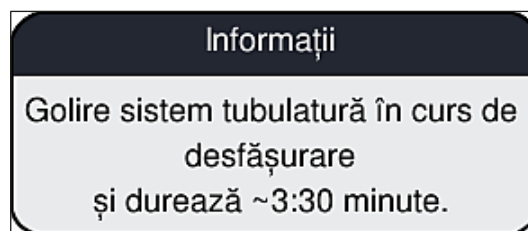

Fig. 107
6. Pe ecran, va apărea un mesaj de informare (→ Fig. 107) care îl informează pe utilizator cu privire la durată. Acest mesaj dispare de îndată ce pomparea aerului a fost finalizată.